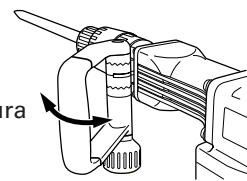
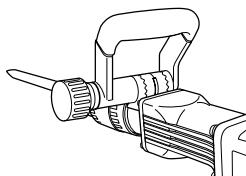
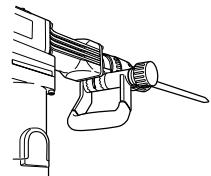

Fig. 7
Fig. 8
Fig. 9
- (2) Ajústela en una posición que facilite la operación vertical (hacia arriba y hacia abajo), como se muestra en la Fig. 7, la Fig. 8 y la Fig. 9.
- (3) Gire la empuñadura en el sentido de (B) para fijar el asa.